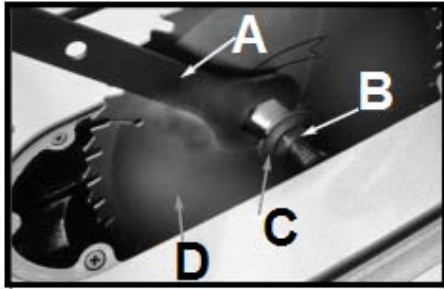

Рис. 12
D. Установите прилагаемый гаечный ключ с открытым зевом (A, Рис. 12) на гайку вала (B, Рис. 12). Поворачивайте ключ против часовой стрелки, чтобы ослабить гайку. Снимите гайку, фланец пильного диска (C, Рис. 12) и пильный диск (D, Рис. 12).